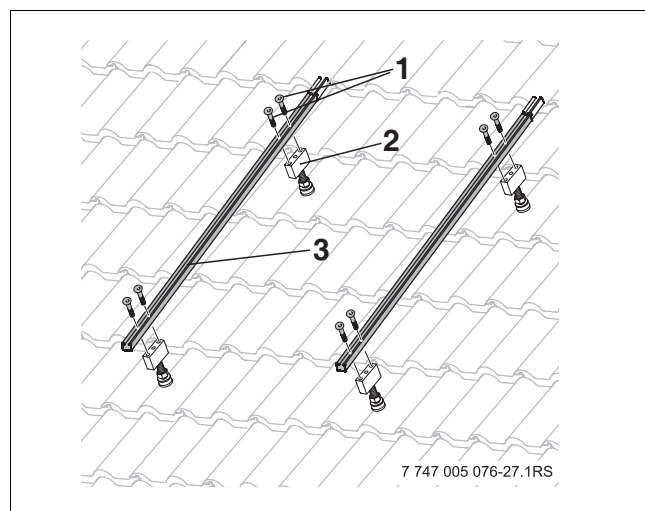

Fig. 41 Fixer le rail profilé-capteur à l'écrou-cage
- Fixer les rails profilés-capteur (→ fig. 41, [3]) à l'aide de deux vis [1] à l'écrou-cage [2] en commençant dans le trou long inférieur.